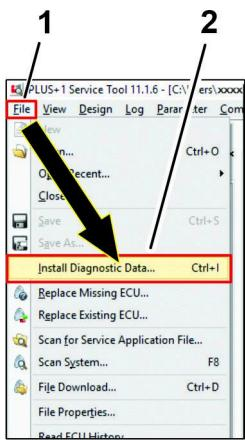

Bild 53
1. Klicken Sie auf das Symbol Datei, und klicken Sie in der Dropdown-Liste auf Diagnosedaten installieren . . . Symbol (Bild 53).